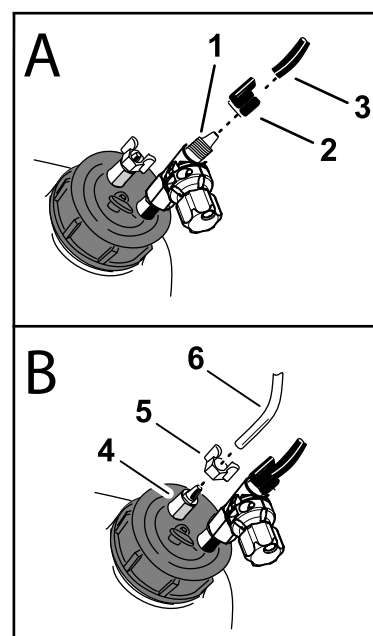

Figure 2
1. Assemblez l'écrou à compression bleu (Figure 2) que vous avez retiré à l'opération 3 de Montage du régulateur de mousse (page 3) sur le tube bleu de la canalisation de bouclage entre le compresseur et le réservoir que vous avez coupée à la 2 Préparation de la canalisation (page 2).
2. Insérez le tube bleu muni de l'écrou bleu dans le raccord du régulateur monté sur le bouchon et serrez l'écrou à compression à la main (Figure 2).
4. Retirez l'écrou à compression blanc du raccord sur le bouchon du réservoir (Figure 2).
5. Placez l'écrou à compression blanc sur le tube transparent de la canalisation de bouclage entre le compresseur et le réservoir (Figure 2).